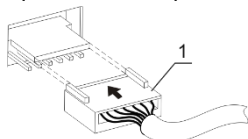

Рисунок 1. Подключение термоблока
- Выбрав термоблок, подсоедините штекер к разъему согласно схеме на рис. 1. Убедитесь, что разъем установлен плотно, до упора.
**Внимание!** По истечении заданного интервала времени вращение платформы прекращается автоматически, но нагрев можно прекратить, только сокращая температуру кнопкой **T (°C)** ▼ (рис. 1/3, нижняя кнопка) до появления индикации OFF в верхней части дисплея.